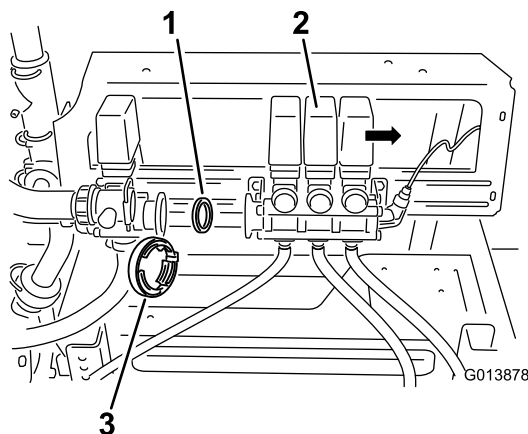

Figura 5
4. Rimuovete la guarnizione esistente nel corpo della valvola (Figura 5).